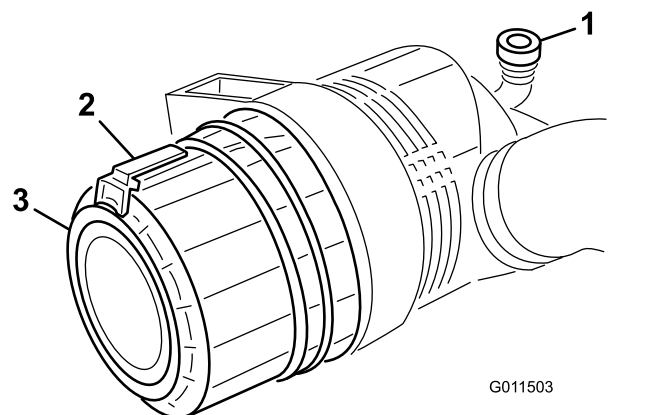

Figura 71
1. Puxe o trinco para fora e rode a cobertura do filtro de ar no sentido contrário ao dos ponteiros do relógio (Figura 71).
7. Instale a tampa orientando a válvula de saída de borracha (Figura 71) para uma posição descendente – entre aprox. 5:00 e 7:00, na perspetiva extremidade. Fixe o trinco.